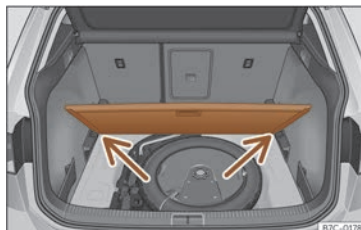

**Fig. 111** Plancher de coffre à bagages modulable : position inclinée.
- Appuyez le plancher contre les logements prévus à cet effet»» **fig. 111** (flèches).